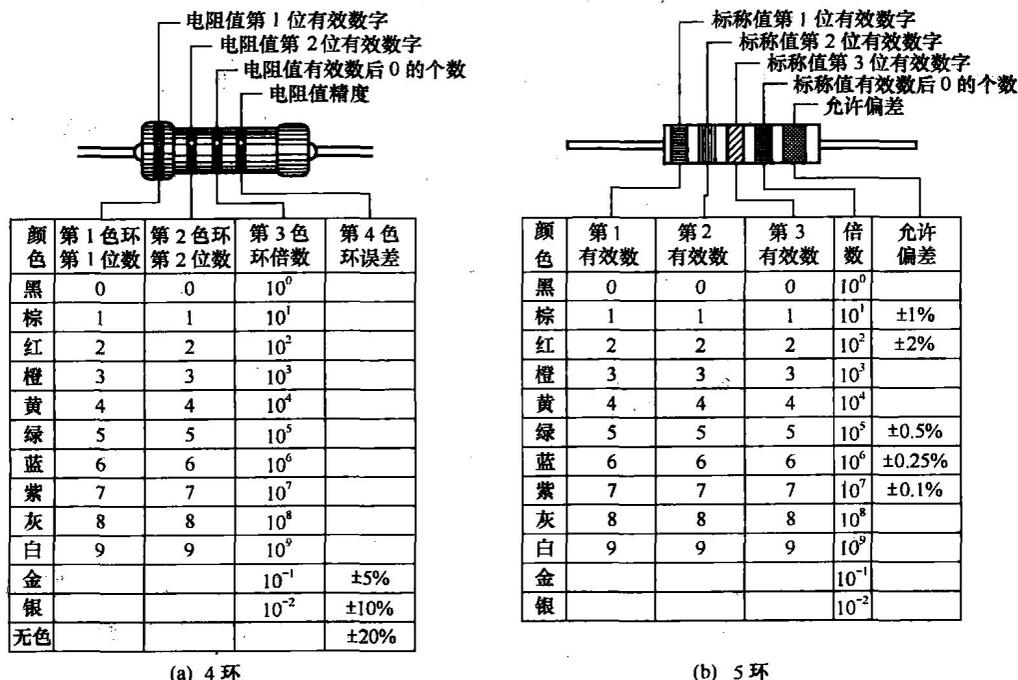

图 1.2 电阻的色环标识法
① 直接标识法：将电阻（位）器的阻值和误差等级直接用数字印在电阻（位）器上。对于小于1000Ω的阻值只标出数值，不标单位；对kΩ、MΩ只标注k、M。精度等级标I级或II级，III级不标明。
② 文字符号法：将需要标识的主要参数与技术指标用文字和文字符号有规律的标识在产品表面上。如：欧姆用Ω表示、千欧用k表示、兆欧（10⁶Ω）用M表示、吉欧（10⁹Ω）用G表示、太欧（10¹²Ω）用T表示。
③ 色环标识法：对体积很小的电阻和一些合成电阻（位）器，其阻值和误差常用色环来标识，如图1.2所示。色环标识法有4环和5环两种。4环电阻的4道色环，第1道环和第2道环分别表示电阻的第1位和第2位有效数字，第3道环表示10的乘方数（10ⁿ，n为颜色所表示的数字），第4道环表示允许误差（若无第4道色环，则误差为±20%）。色环电阻的单位一律为Ω。